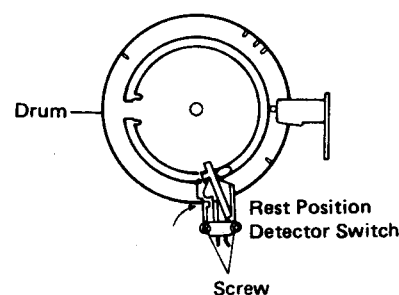

Figure 19-3
2. If it touches the cushion, move the rest position detector switch to right and then secure it. See Fig. 19-3.
2. Falls eine Berührung zu verzeichnen ist, den Ruhestellungspositionsschalter entsprechenderweise nach rechts oder links schieben und diesen dann absichern. Siehe Abbildung 19-3.
2. S'il touche le coussinet, mouvoir le commutateur du détecteur de position de repos à droite et à gauche, puis le fixer. Voir la Fig. 19-3.